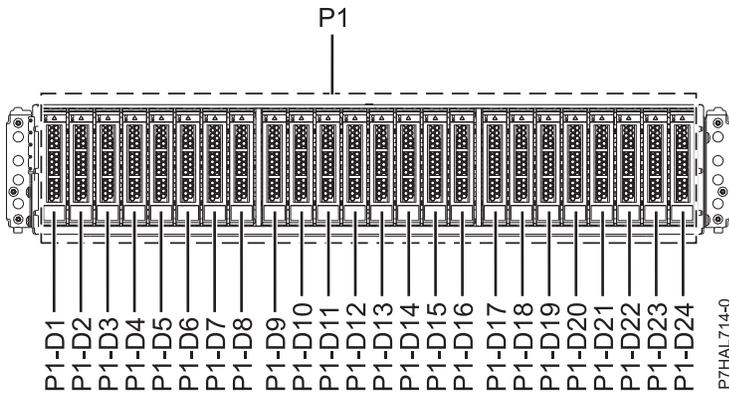
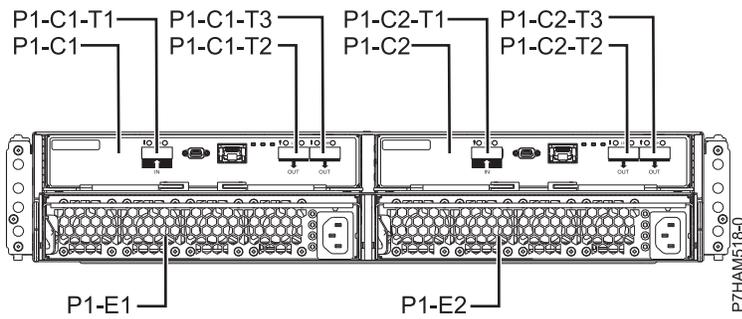

Abbildung 26. Vorderansicht des Plattenlaufwerkgehäuses 5887 mit den Positionen der Plattenlaufwerke
Abbildung 27. Rückansicht des Systems 5887 Plattenlaufwerkgehäuse
3. Ermitteln Sie das Teil und das Gehäuse, an dem Sie arbeiten möchten. Die Steckplätze für Plattenlaufwerke und Solid-State-Laufwerke befinden sich an der Vorderseite des Gehäuses. Abb. 26 und Abb. 27 zeigen die Vorder- und Rückansicht des Plattenlaufwerkgehäuses 5887 sowie die Position der Plattenlaufwerke im 5887 Plattenlaufwerkgehäuse.